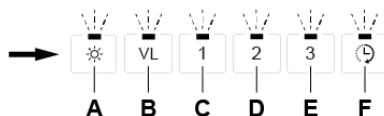

Fig.13
- Vid lyckad omprogrammering av funktionsläget så kommer dioderna för samtliga knappar att blinka, se Fig.13.